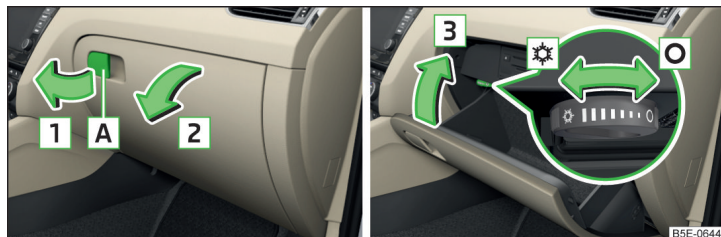

Fig. 108 Operar el compartimento guardaobjetos / Cerrar el compartimento guardaobjetos y operar el suministro de aire
- Para **abrir**, tirar el tirador **A** en el sentido de la flecha **1** y plegar la tapa en el sentido de la flecha **2** » fig. 108.
- Para **abrir**, girar el botón giratorio hasta el tope en la posición ☀ » fig. 108.